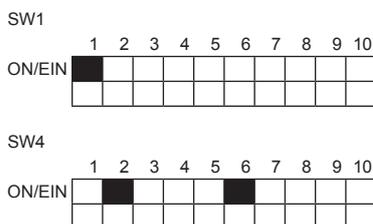

Fig. 2-2
2.4.3. Schaltereinstellungen (Fig. 2-2)